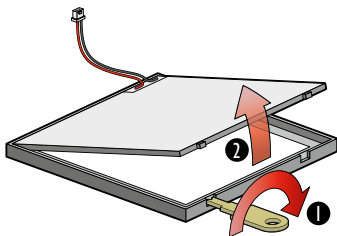

fig. 2
4. Vous pouvez compléter l'étiquette vierge jointe au kit et l'ajouter au porte-étiquette. Ouvrir le porte-étiquette avec soin, à l'aide d'un tournevis fin ou de la clé fournie (fig. 2).